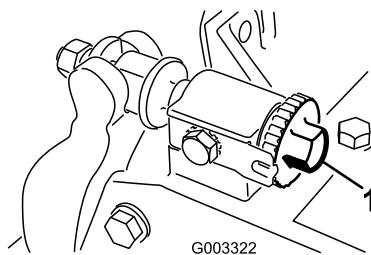

图11
1. 将滚刀组放在平整、水平的工作表面上。逆时针旋转底刀架调节螺丝确保底刀架不与滚刀接触图11。
重要事项 确保底刀架调节螺丝后端的螺母不接触工作表面 图11。